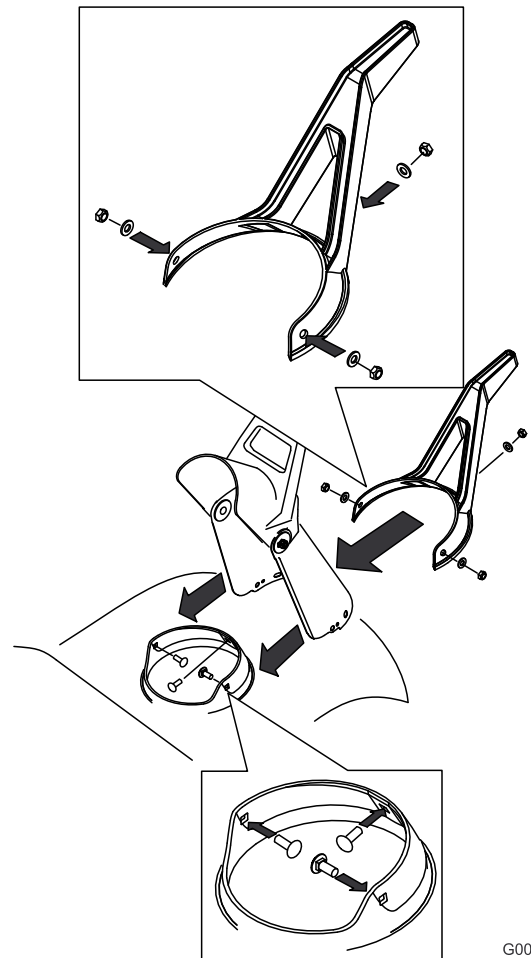

Figure 23
3. Retirez les trois vis de fixation de la goulotte, ainsi que les vis qui fixent son joint, puis déposer la goulotte (Figure 23).